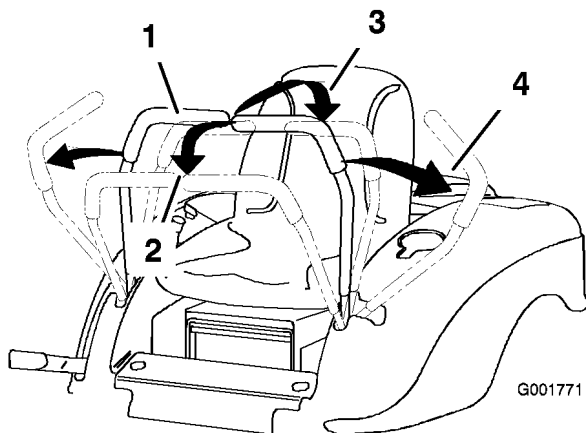

Bild 11
2. Schieben Sie für das Vorwärtsfahren die Fahrtriabshebel langsam vorwärts (Bild 11).
Wenden Sie zum Geradeausfahren auf beide Fahrtriebshebel denselben Druck an (Bild 11).
Verringern Sie zum Wenden den Druck auf den Fahrtriebshebel an der Seite, in deren Richtung Sie wenden möchten (Bild 11).
2. Ziehen Sie zum Rückwärtsfahren die Fahrtriebshebel langsam nach hinten (Bild 11).